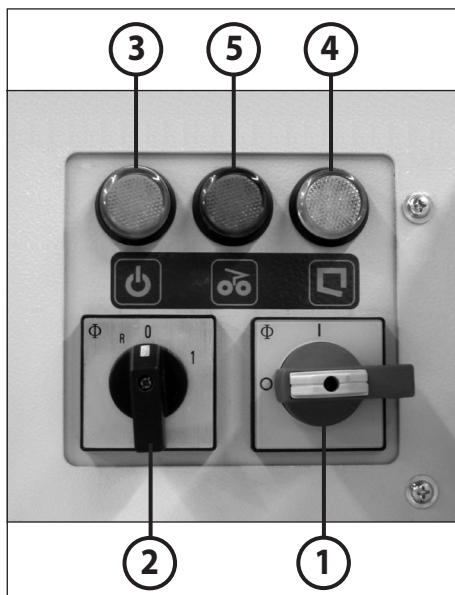

Abb. 11
1. Hauptschalter (1) (Abb. 11) einschalten (Stellung „1“).
2. Drehschalter (2) (Abb. 11) in Stellung „1“ stellen.
BEDIENUNGSELEMENTE (Abb. 11):